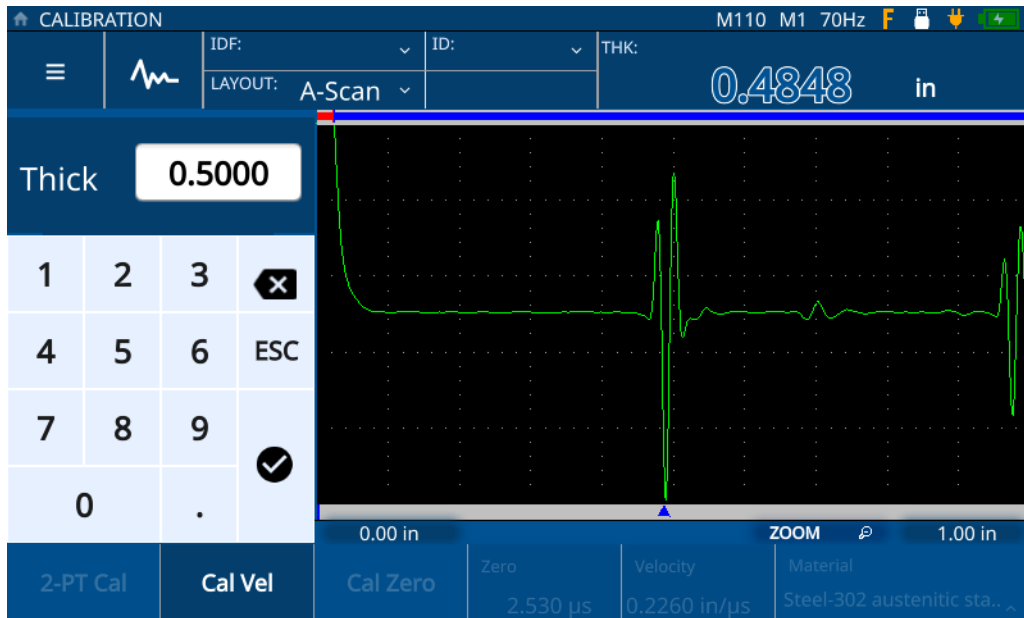

図 5-9 サンプル厚さの入力
5. **Thick (厚さ)** の値をタップして **Edit (編集)** モードにし、サンプルの厚さを入力します (50 ページの図 5-9 参照)。